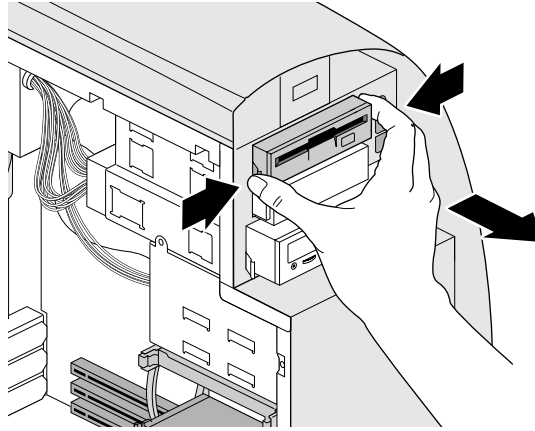

Figure 4-8 Retrait d'un lecteur de support amovible
5. Sur le panneau avant, appuyez sur les languettes (partie saillante) des coulisseaux et tirez le lecteur vers vous, comme indiqué à la Figure 4-8.